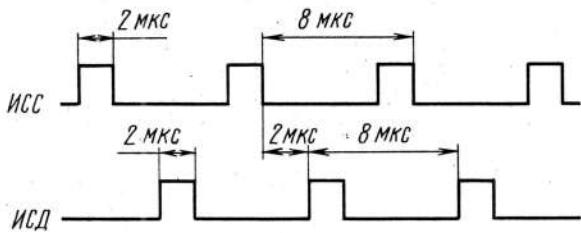

Рис. 8
-DD7, DD8, DD14.4, DD15.1, DD15.2 — формирователь последовательностей импульсов селекции синхробитов ИСС и импульсов селекции битов данных ИСД (выделяет из сигналов считывания информационные биты, также см. рис. 8);
Низким уровнем PC0 на элементе DD13.4 блокируется канал считывания информации с НГМД RD DATA. Логический нуль, поступающий на входы S триггера DD11.1 после инвертирования элементом DD14.1 сигнала блокировки, устанавливает логическую единицу на выводе 5 триггера DD11.1. Через инвертор DD14.3 на входы сброса счетчиков DD7 и DD8 поступает сигнал низкого уровня, что обеспечивает их непрерывную работу. Сигналы, снимаемые с 8 и 9 вывода счетчика DD8, на элементах DD14.4, DD15.1, DD15.2 формируют соответственно последовательности ИСС и ИСД. Импульс ИСД после инвертирования элементом DD14.6 поступает на тактовый вход регистра DD2. При поступлении тактового импульса происходит сдвиг вправо параллельного кода, записанного в регистр, и на выводе 20 появляется очередной бит этого кода. Сигналы записи формируются элементами DD13.1, DD13.2 и DD13.3. В момент действия высокого уровня ИСД на выводе 2 DD13.1 присутствует записываемый бит. Через элементы DD13.1 и DD13.2 бит поступает на вход буферного усилителя DD6, а затем и на линию сигнала записи НГМД (WR DATA). Согласно временной диаграмме, приведенной на рис. 8, сигнал ИСС находится в это время в состоянии логического нуля. Поэтому прохождение сигналов через элемент DD13.3 запрещено. После того, как сигнал ИСД передает в состояние логического нуля, прохождение информационного бита на запись через элемент DD13.1 станет невозможным. При активном уровне ИСС через открытые элементы DD13.3, DD13.2 и буфер DD6 на линию WR DATA поступит логическая единица, сформированная на выводе 12 дешифратора DD10. Таким образом, в момент действия ИСД на линию записи НГМД будут поступать информационные биты, а в момент действия ИСС — единичные синхробиты. Подсчет количества записанных бит ведет счетчик DD9. После прохождения восьмого импульса ИСД его выводы перейдут в нулевое состояние, что вызовет установку триггера готовности: на выводе 9 DD12.2 появится логическая единица. Состояние триггера готовности программно опрашивается ДОС по линии PB7. При обнаружении единицы в этом разряде ПЭВМ запишет новый байт впорт А DD1 (адрес F000H), при этом на элементах DD15.4, DD16.4, DD16.1, DD16.2 сформируется сигнал сброса триггера готовности.